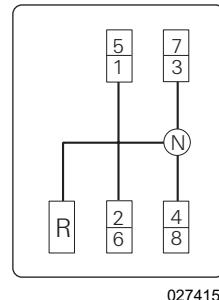

Рис. 1 Пример
- при схеме переключения каскадное Н (Рис. 1) переключение преселектором на рычаге переключения передач
- при схеме переключения передач двойное Н (Рис. 1а) автоматическое переключение при переходе между рядами 3/4 и 5/6
Рис. 1а Пример